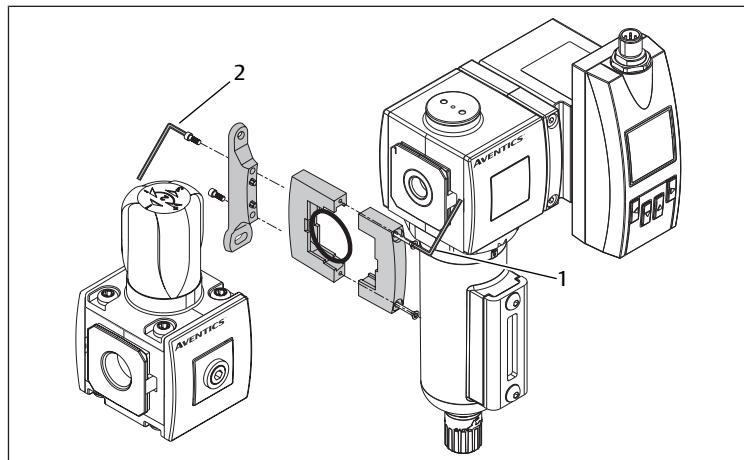

Fig. 7: Montaje con el juego de unión
- Montar el producto con el juego de unión. Véase → Fig. 7.